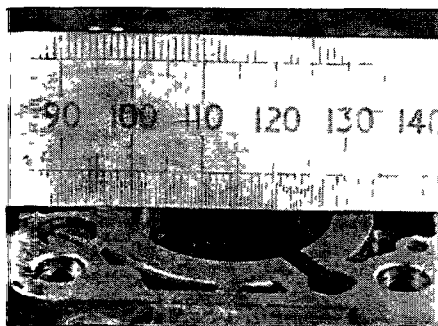

Рис. 7.5,а. Измерение диаметра дроссельной заслонки
- Измерьте размер дроссельной заслонки карбюратора (рис. 7.5,а). Этот размер часто используется для идентификации модели карбюратора. Например, 28/30 2E2 – двухкамерный карбюратор с первой заслонкой диаметром 28 мм и заслонкой второго дросселя 30 мм. Маркировка 32 DIS означает однокамерный карбюратор с дроссельной заслонкой размером 32 мм.